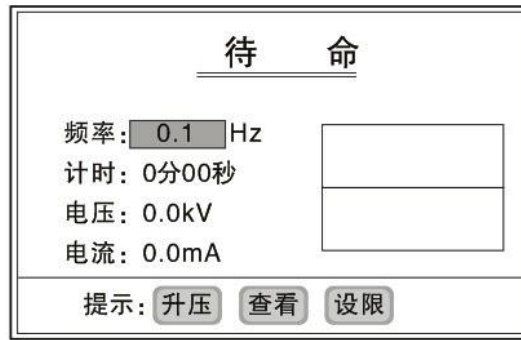

图6 (待命界面)
(C) 点击“返回”键，仪器进入图 6 所示的升压待命界面。
(3) 待命界面
按图 6 点击升压键后，仪器在电脑的控制下，按如下流程进行升压试验：自检→升压→等幅输出→停机
点击图 6 中的“查看”键，可查看最近九次试验的历史数据